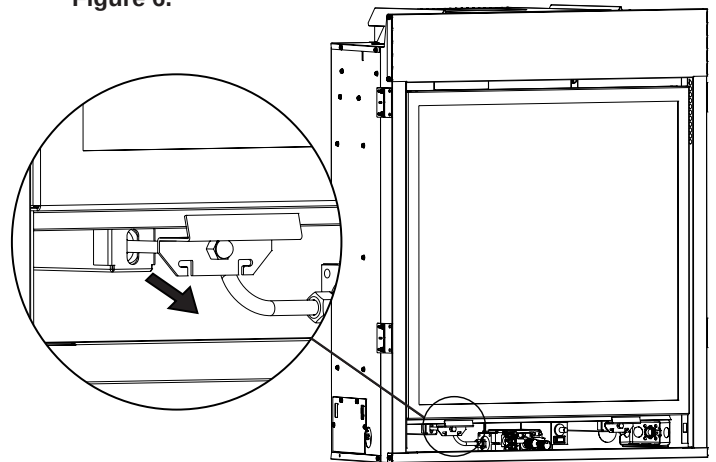

Figure 6
2. Désenclencher les deux loquets sous l'âtre du foyer. Voir Figure 6.
22. Mettre en place les loquets de fixation de vitre encadrée au bas de l'âtre et les serrer pour bloquer la vitre. **Voir Figure 6.**